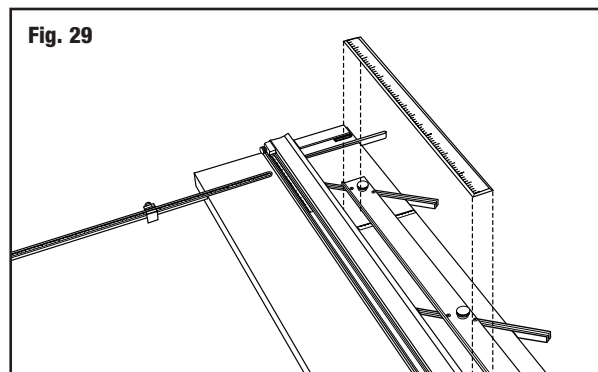

Fig. 29
- Placez une règle ou bordure droite entre le guide de passe-partout et le rail de guidage (**Fig 29**).